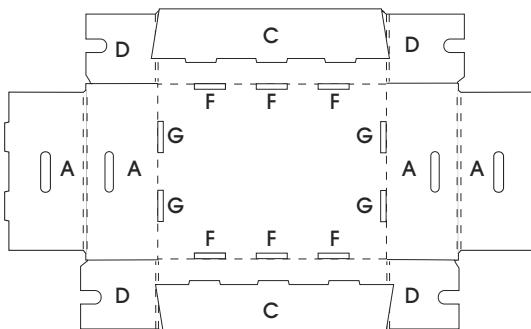

Figure 2
2. Dépliez les deux côtés avec poignées (A). (Voir Figure 2)